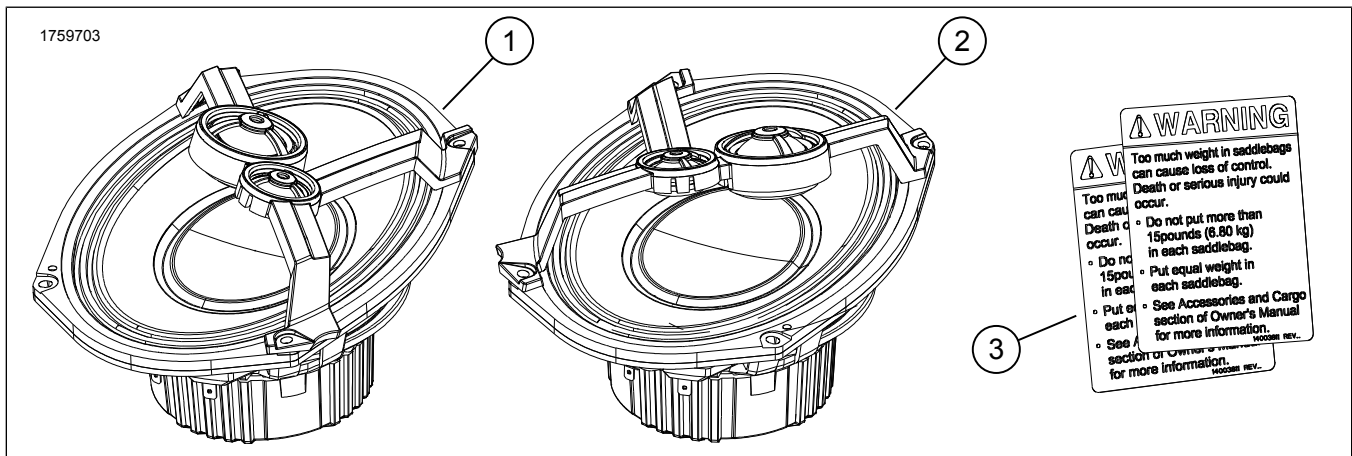

Figure 1. Contenu du kit : Kit de couvercle de sacoches pour haut-parleur de Stage III
1. Figure 1 Installez le haut-parleur (1, 2) dans le couvercle de sacoche.
7. Figure 1 Installez l'étiquette de capacité de la sacoche (3).